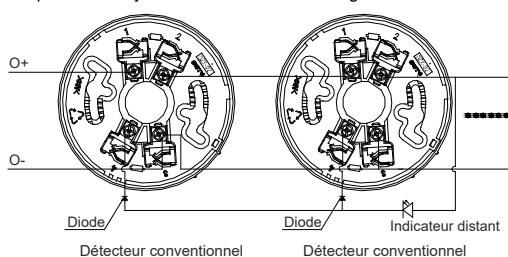

Fig. 7
- ✧ Lorsque plusieurs détecteurs sont connectés à un indicateur distant, une diode 1N5819 doit être connectée à la borne 4 de la base de montage en série avant d'être reliée au côté positif de l'indicateur distant. La composition du système est illustrée sur la Fig. 7.